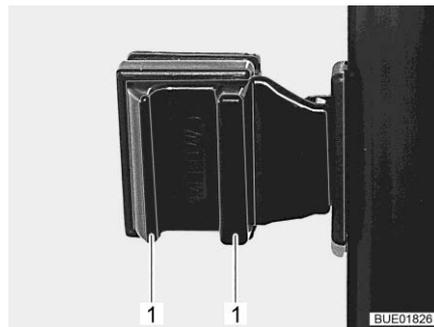

Fig. 100 Ventana corredera con bloqueo a presión
- Presionar los tiradores (Fig. 100,1) y mantenerlos presionados.